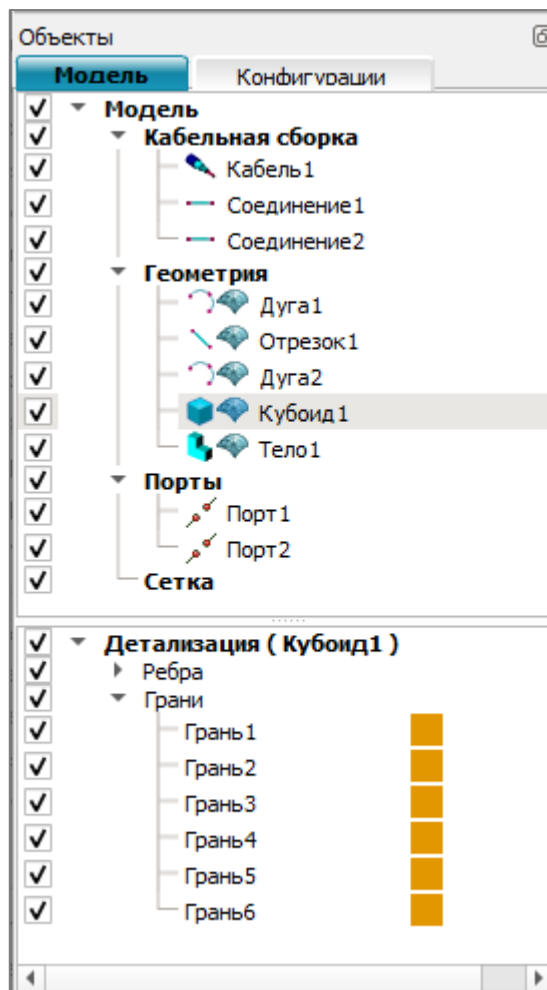
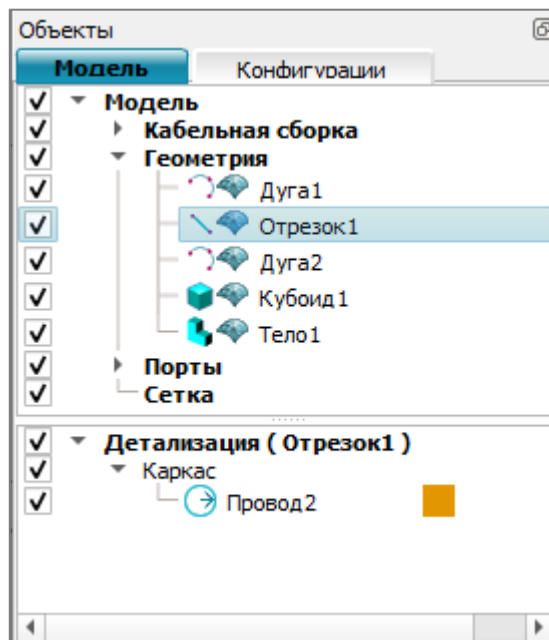

Рис. 141
Рис. 142
16.4.2.1. Окно «Объекты» с открытой панелью «Модель» показано на рис. 141.
16.4.2.5. В дереве «Детализация» отображается информация о структуре выбранного (текущего) объекта модели из раздела «Геометрия», расположенного на его первом уровне. Для тел эта информация представляет собой данные о гранях и ребрах объекта, которые отображаются в соответствующих разделах «Грани» и «Ребра» (см. рис. 141), а для кривых – данные о проводах в разделе «Каркас» (рис. 142).